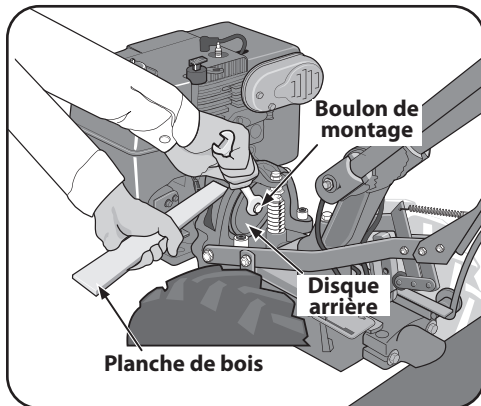

Figure 5-30
3. Utilisez une clé de 9/16 po pour desserrer le boulon de montage comme montré à la Figure 5-30. N'oubliez pas d'immobiliser la poulie avec une planche de bois avant de desserrer le boulon. Si nécessaire, éloignez le disque de la poulie avec la pointe d'un tournevis. Faites sortir le boulon le plus possible. Puis, inclinez légèrement le disque pour l'enlever. Enlevez le boulon et la rondelle de blocage avec le disque. Installez un disque neuf.